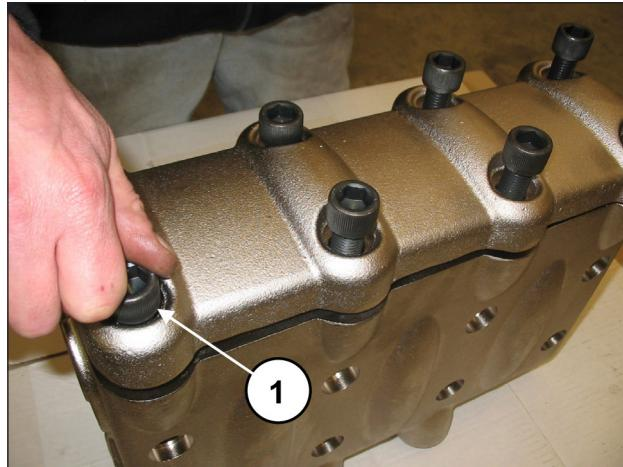
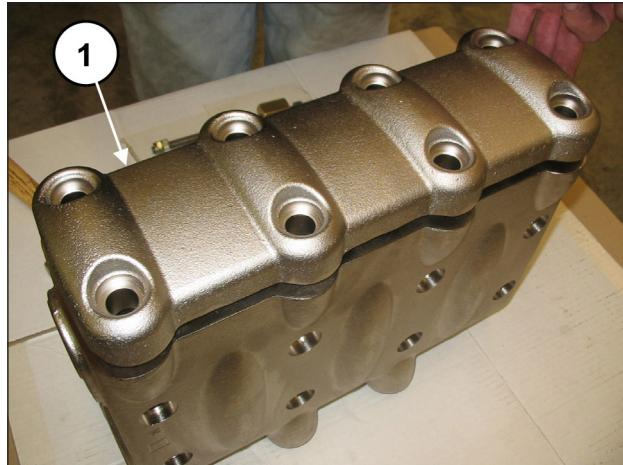

Fig. 78
Fig. 79
Aflojar los 8 tornillos M16x55 de la tapa de válvulas (pos. ①, Fig. 78) y desmontar la tapa (pos. ①, Fig. 79).